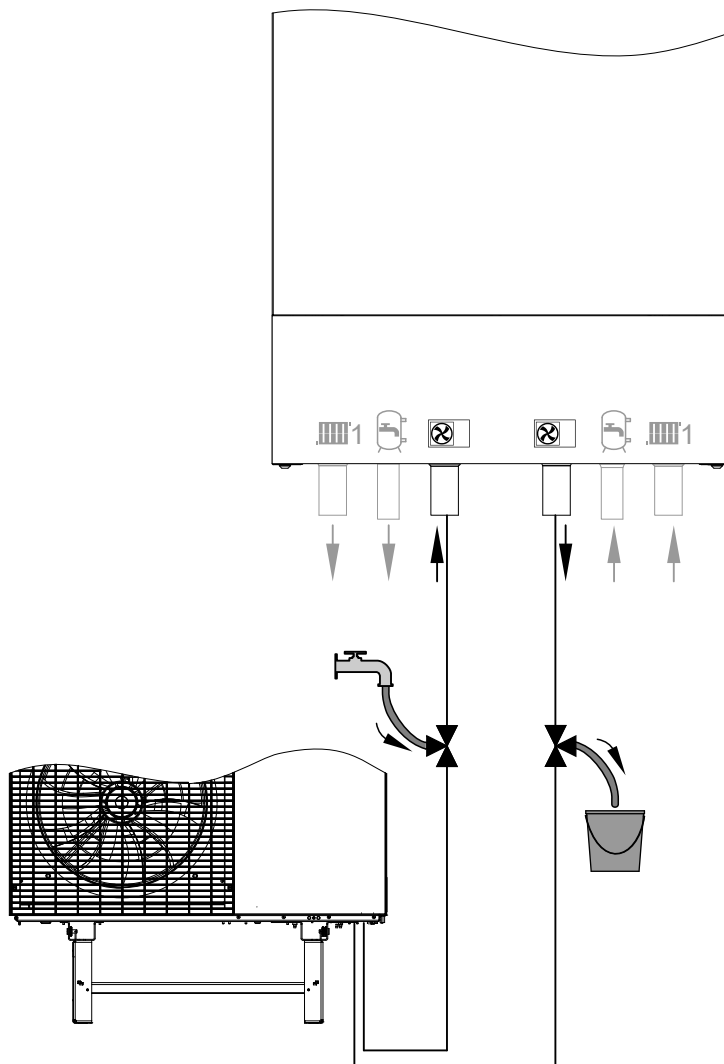

Abb. 70
3. 3-Wege-Kugelhähne im Vor- und Rücklauf Außeneinheit gemäß Abb. 70 öffnen: **Offen in allen Richtungen**